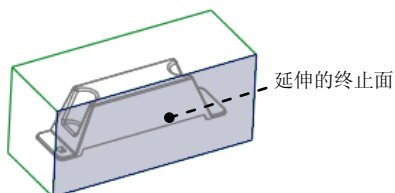

图 12.41 选取延伸的终止面
② 在系统 选择曲面延伸所至的平面. 的提示下, 选取图 12.41 所示的坯料的表面为延伸的终止面。